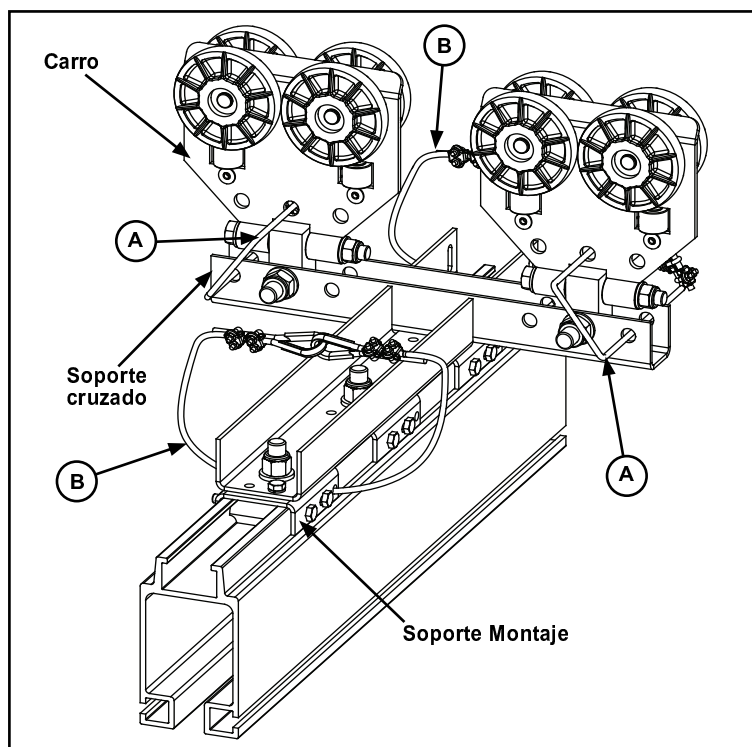

Figura 3-138
**Carro Final Rígido** (Vea Figura 3-138)
- Paso 1. Inserte cable seguridad (A) por orificio central abajo de cada carro y páselo por orificio final de soporte cruzado.
- Paso 2. Use soporte superior de montaje de riel como plantilla para marcar riel y haga cuatro (4) orificios en cada extremo de soporte de montaje, use broca 13/32" (11 mm). No trate de hacer orificios en línea.
- Paso 3. Pase cables de seguridad (B) por orificios taladrados en el riel. Inserte cable a través de soporte de montaje.
**Nota:** Si carros Finales tienen tornillos pasados al riel, cables de seguridad (B) son opcionales basado en reglas de seguridad de su planta.